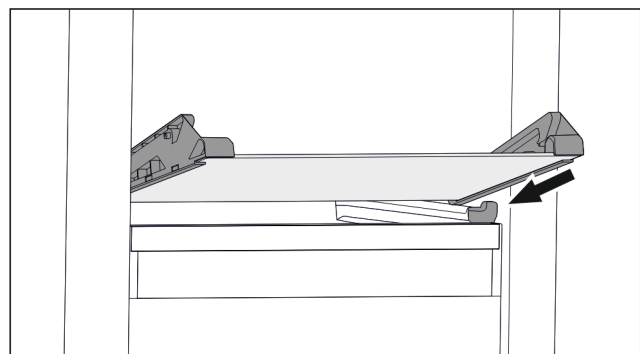

Fig. 64 Glasplatte des abklippbaren Schubfachs
- ▶ Glasplatte schräg hinter den Stopperrn aufsetzen. (zie Fig. 64)